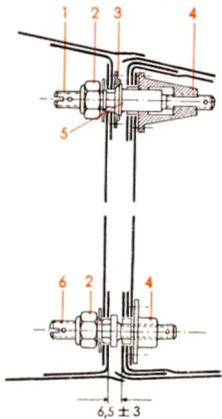

Abb. 5 Schnitt B—C von Abb. 4
Durch die geöffneten Klappen in der Unterhaut können nun die Sechskantmuttern, mit denen die Flügelendkästen am hinteren Träger verschraubt sind, gelöst werden. Jeder Flügelendkasten ist durch acht Schraubenbolzen (1 und 6) (Abb. 5) und Sechskantmuttern (2) am Tragflügel befestigt. Die Schraubenbolzen (1, 6) sind in den Anniemuttern (4) eingeschraubt und versplintet. Die oberen Schraubenbolzen (1) haben Kugelbunde (5), die in den angenieteten Kugelstücken (3) des Hilfsträgers gelagert sind.